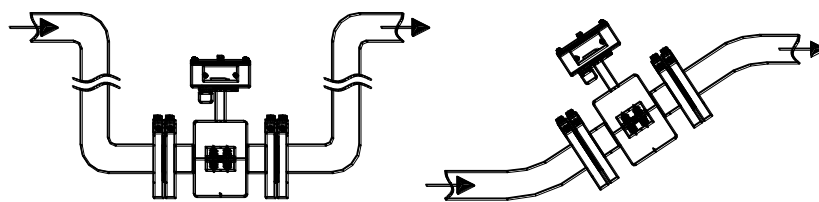

Рисунок 6.2
6.2.3 В месте установки ППР в трубопроводе не должен скапливаться воздух. Наиболее подходящее место для монтажа – нижний или восходящий участок трубопровода (см. рисунок 6.2).